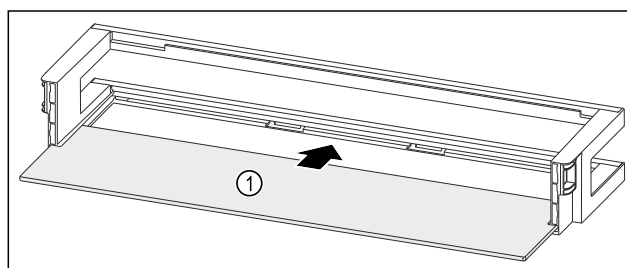

Fig. 139 Türabsteller mit Abstellfläche
- Abstellfläche Fig. 139 (1) in die seitlichen Aussparungen einschieben.